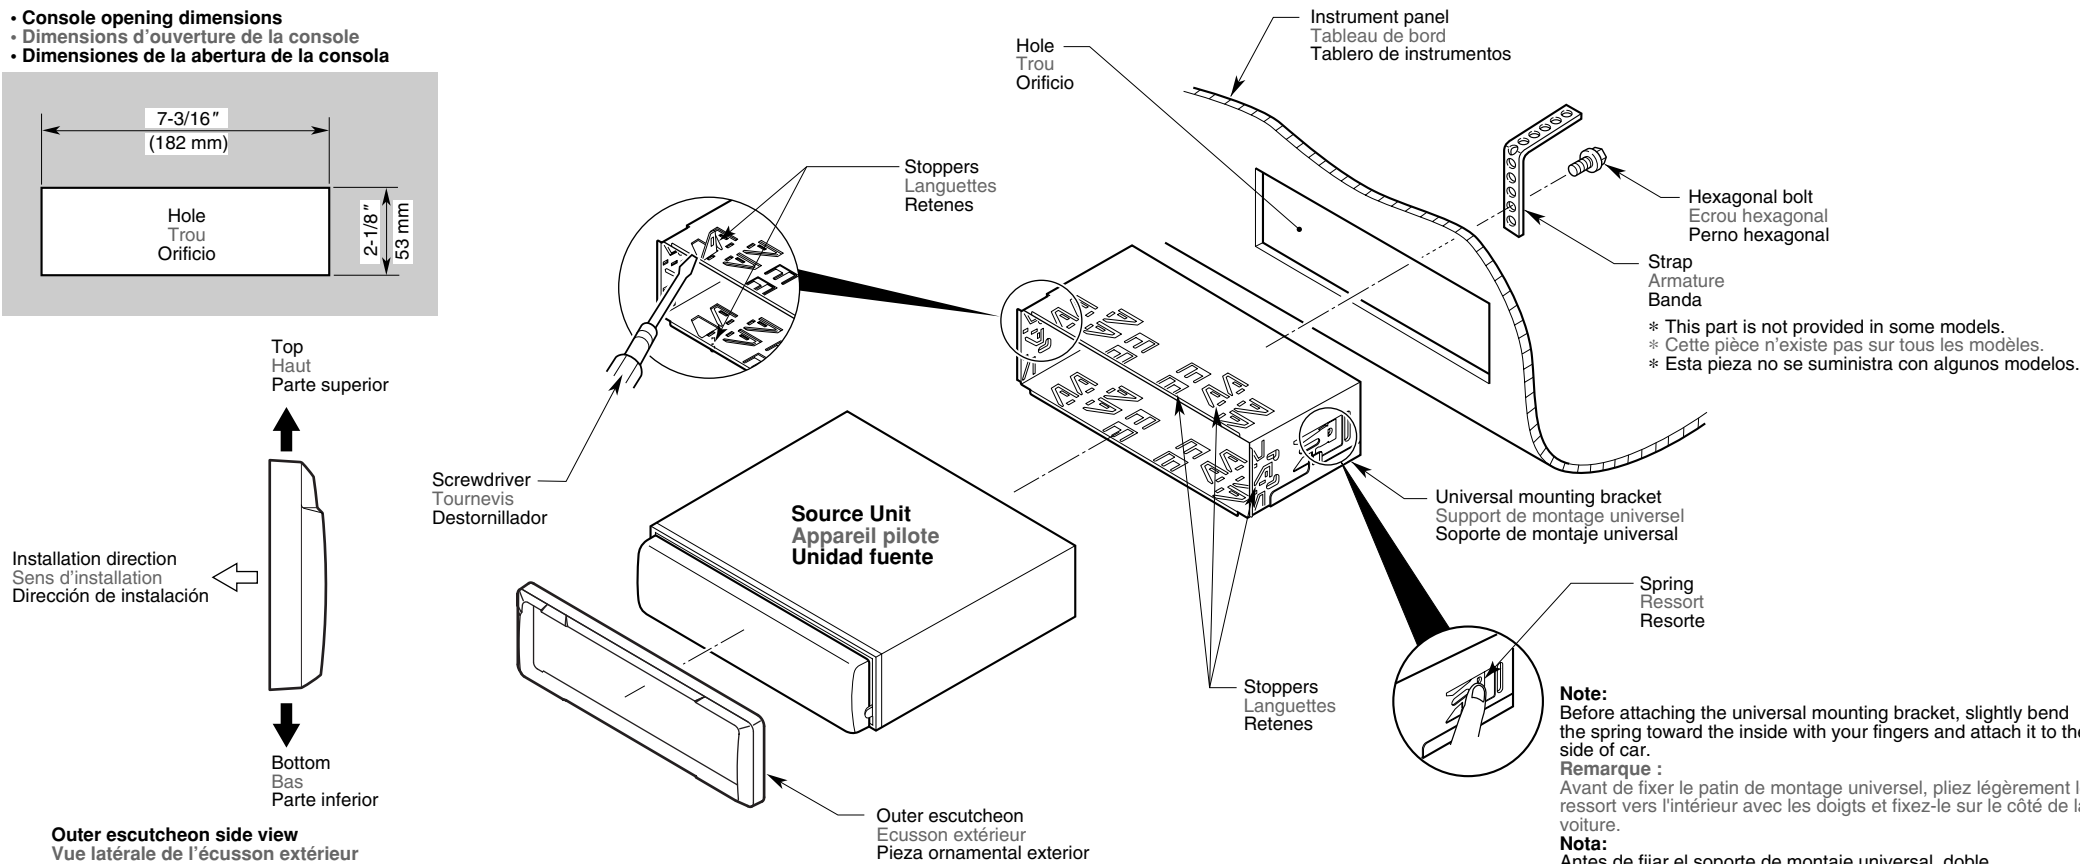

Figure 4 / Figure 4 / Figura 4
1. Place the universal mounting bracket into the instrument panel, use a screwdriver to bend each stopper of the universal mounting bracket inward, then secure the stopper as shown in Figure 4.
1. Placer le support de montage universel dans le tableau de bord, utiliser un tournevis pour replier vers l'extérieur chaque languette du support de montage universel, puis fixer les languettes comme montré sur la Figure 4.